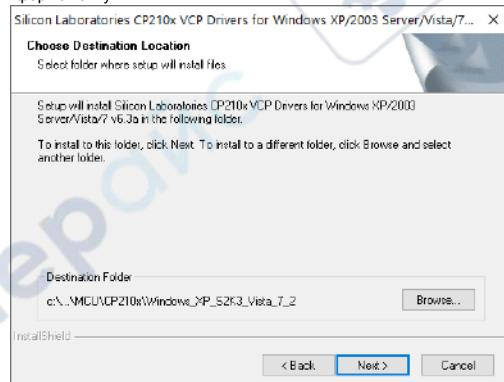

Рисунок 4 – Экранная форма выбора папки для установки драйвера
- В появившемся окне (рисунок 4) пользователю предлагается установить драйвер в указанную в форме папку.